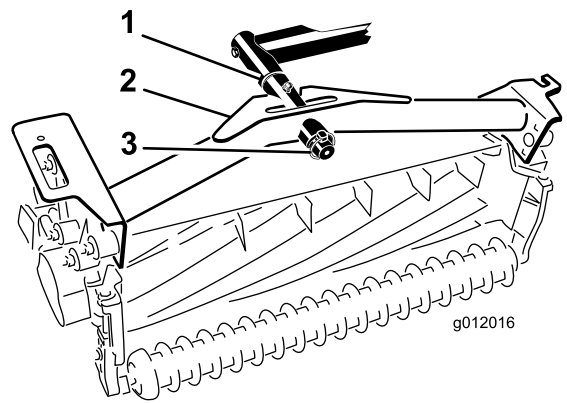

図 20
2. ピボットロッドに、カッティングユニットのキャリアフレームを取り付け、リンチピンで固定する。図 20。